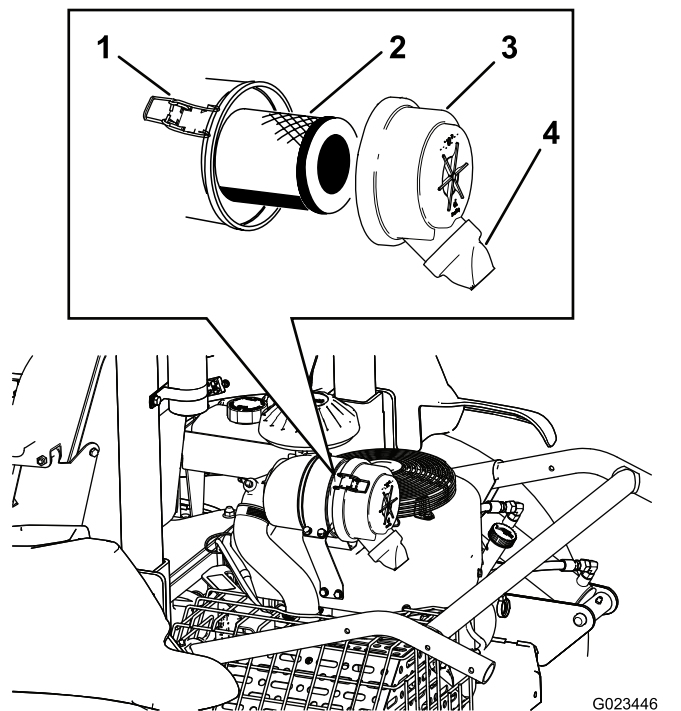

图42
2. 松开将空气滤清器盖固定到空气滤清器壳体上的搭扣（图42）。